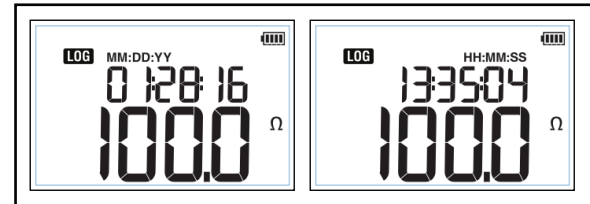

Figure 13. Horodatage
3. Appuyez sur **ENTER** pour faire basculer l'écran et afficher l'heure ou la date de la mesure consignée. Voir la Figure 13.